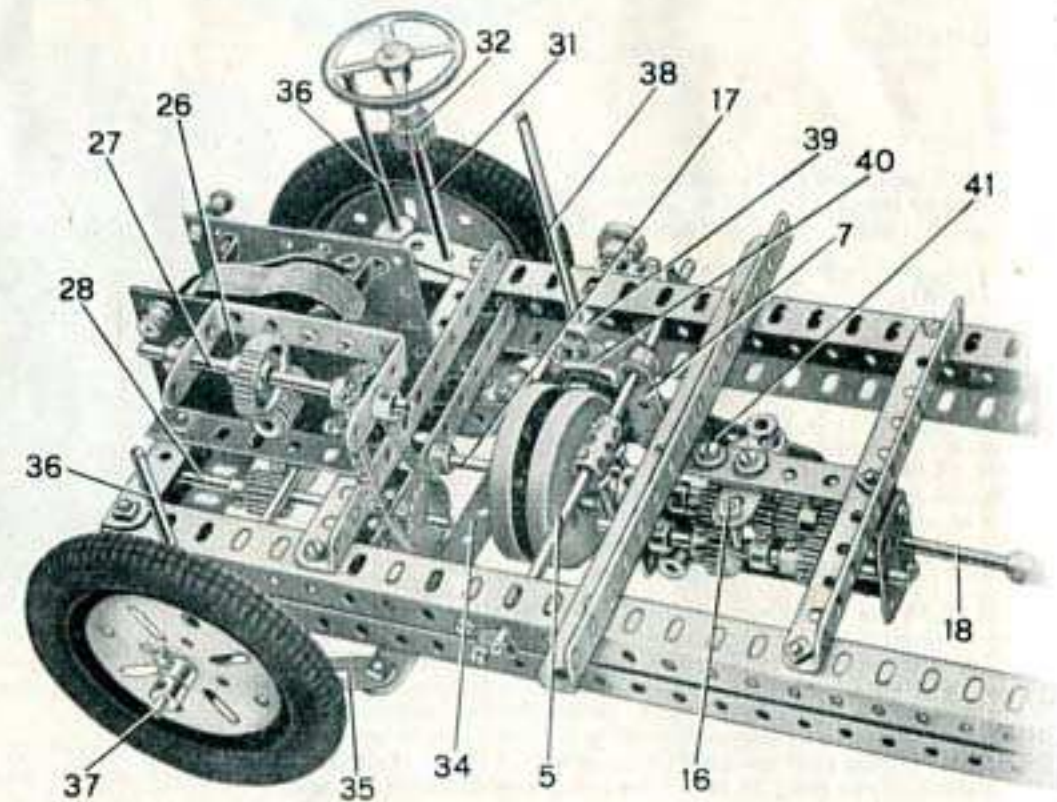
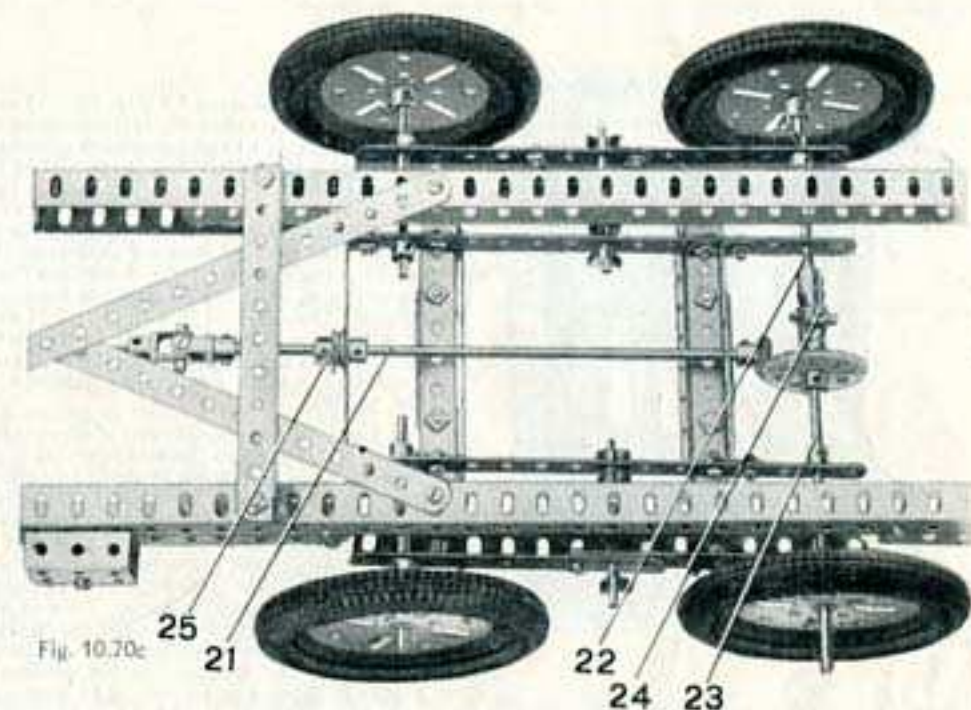
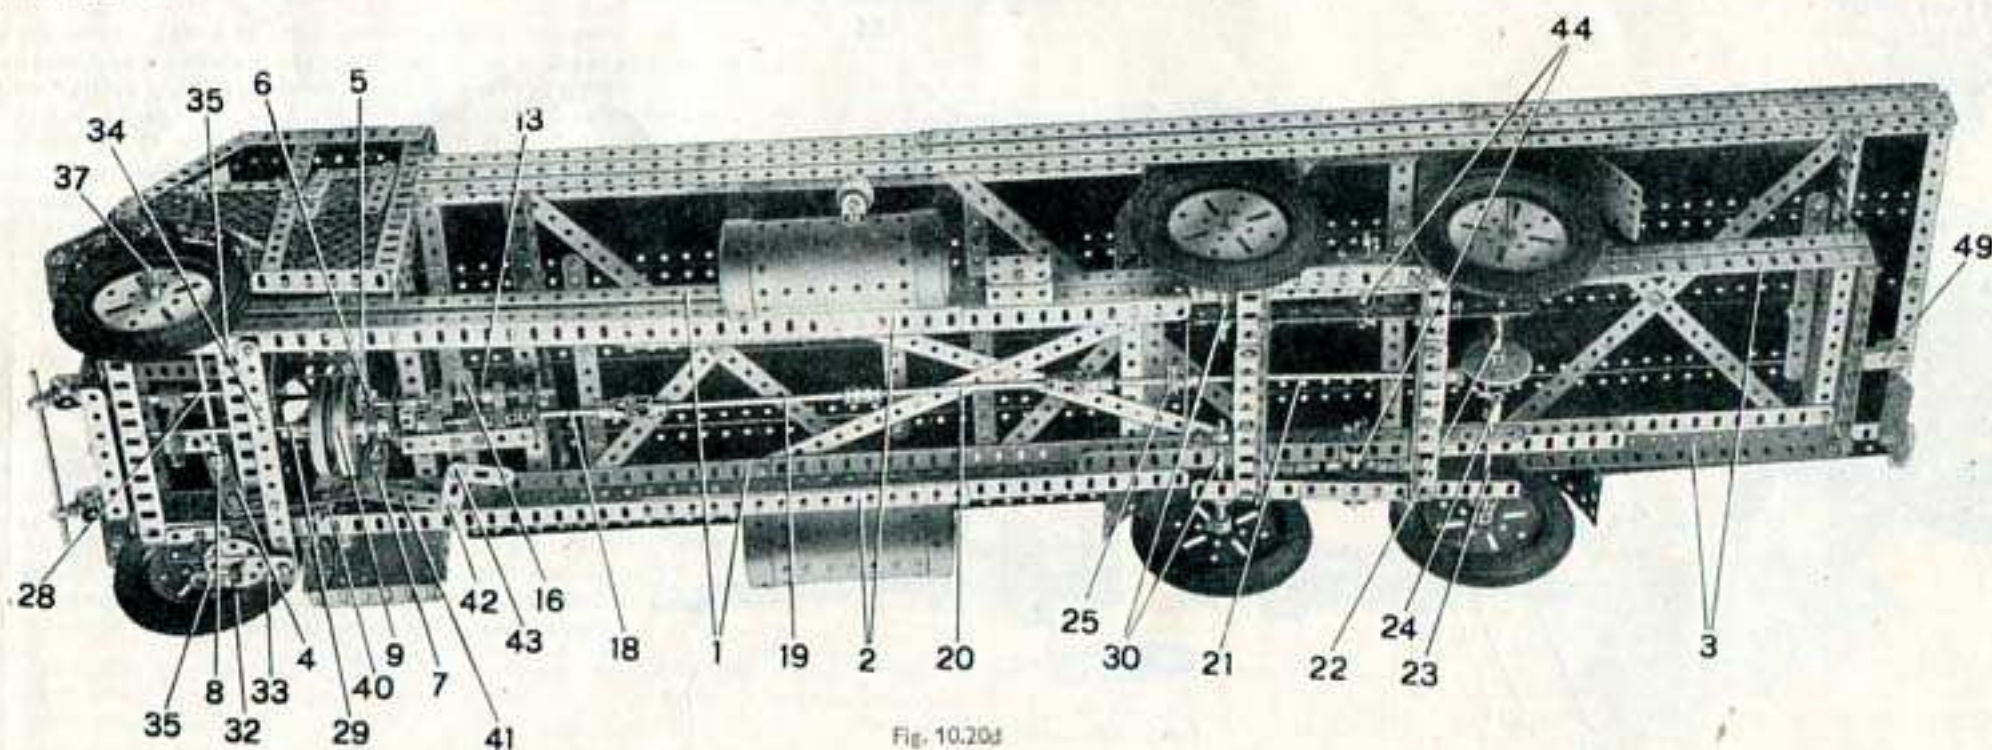
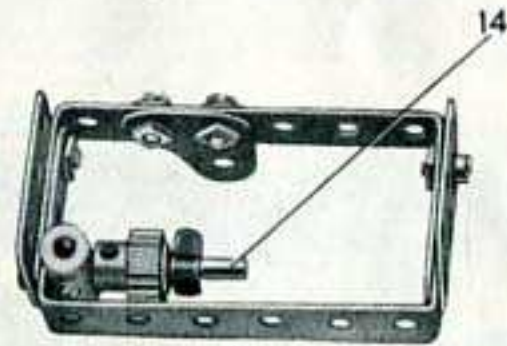

Fig. 10.20b
Fig. 10.20c
Fig. 10.20d
Fig. 10.20k
Le châssis est en outre renforcé à l'aide d'entretoises formées de deux Bandes de 32 cm. et de Cornières de 14 cm. auxquelles sont fixées les Poutrelles Plates 45. La Poutrelle Plate 46 est montée dans la position indiquée, et deux Cornières de 14 cm., que l'on voit sur la Fig. 10.20b, et dont l'une supporte l'extrémité du Moteur Electrique, sont également boulonnées au châssis.
Le mécanisme de direction est monté à l'avant du châssis (voir Fig. 10.20b et 10.20d). A chaque côté du châssis est boulonnée une Cornière de 38 mm., ainsi qu'une Bande Coudée de 38 x 12 mm. dans laquelle tourne la cheville 36. Celle-ci se compose de deux parties une Tringle de 25 mm. et une Tringle de 9 cm. tenue dans le trou longitudinal d'un Accouplement. Le trou transversal du milieu de celui-ci est traversé par une Tringle de 38 mm. 37 sur laquelle est montée une Poulie de 7 cm. 1/2 constituant une des roues avant. Les Bras de Manivelle 35, fixés sur les extrémités des Tringles de 25 mm. de ces chevilles, sont prolongés par des Bandes de 6 cm. qui sont articulées, à leurs extrémités opposées, par des boulons à contre-écrous à la bielle 34. Celle-ci est formée de deux Bandes, de 14 et 6 cm., se recouvrant sur trois trous et est articulée par un Boulon-Pivot à la Bande-Glissière de 5 cm. 33. L'arbre de direction est une Tringle de 16 cm. 1/2 31 qui porte, à son extrémité inférieure, une Roue Barillet 32 (Fig. 10.20s). La Roue Barillet est munie de deux boulons séparés par un trou, et la fente de la Bande-Glissière est passée sur la Tringle 31 de façon que l'extrémité de la Bande s'engage entre les deux boulons. La Bande-Glissière est tenue contre la surface de la Roue Barillet par une Clavette. L'arbre de direction est tenu en place par deux Pignons de 12 mm. et passé dans une Bande de 38 mm. boulonnée au châssis (Fig. 10.20b).
Les roues arrière sont montées sur le bogie représenté par la Fig. 10.20c. Les longerons sont formés, l'un de deux Cornières de 11 cm. 1/2, l'autre de deux Cornières, de 14 cm. et 11 cm. 1/2. Ces longerons sont réunis par des pièces transversales de 16 cm. 1/2 formées de Cornières de 6 cm. se recouvrant sur un trou; ces Cornières sont renforcées par des Bandes de 14 cm. Deux Bandes de 19 cm. réunies par quatre Bandes Coudées de 90 x 12 mm. sont fixés aux pièces de 16 cm. 1/2, deux de ces Bandes Coudées servant à supporter l'arbre à cardan 21. Les roues avant du bogie sont montées sur des Tringles de 9 cm. tenues dans leurs supports par des Bagues d'Arrêt. L'essieu arrière du bogie comprend une Tringle de 13 cm. 22 et une Tringle de 11 cm. 1/2 23 assemblées par un Accouplement Universel 24. La Tringle 23 porte un Pignon d'Angle de 38 mm. qui engrène avec un autre Pignon d'Angle de 12 mm. situé sur une Tringle de 20 cm. 21 tenue par une Bague d'Arrêt et une Poulie fixe de 12 mm. 25. Le bogie complet est monté sur deux Tringles de 6 cm. passées dans les Supports Doubles 44 (Fig. 10.20d), ainsi que dans les longerons du bogie et tenues par des Clavettes.
Le Moteur Electrique E120 (26) est boulonné au châssis, comme représenté sur la Fig. 10.20b, et une Bande Coudée de 60 x 38 mm. est boulonnée à une de ses flasques. Une Vis sans Fin fixée à l'arbre de l'induit du Moteur engrène avec une Roue d'Engrenage de 25 mm. sur la Tringle de 9 cm. 27 qui est passée dans la Bande Coudée. Une Roue de Chaîne de 19 mm. montée sur la Tringle 27 est reliée par une Chaîne à une autre Roue de Chaîne de 25 mm. située sur une Tringle de 11 cm. 1/2 28. La Tringle est passée à travers les Cornières de 14 cm. du châssis (Fig. 10.20b) et est munie d'un Pignon de 12 x 12 mm. Ce Pignon engrène avec une Roue de 57 dents fixée à une Tringle de 13 cm. 29 qui est passée également dans le châssis. Cette Tringle porte une partie du mécanisme d'embrayage (Fig. 10.20b). Un Boudin de Roue est boulonné à une Roue Barillet fixée à la Tringle 29, qui porte également une Roue à Boudin de 28 mm. 17 formant l'élément moteur de l'embrayage.
L'arbre couissant 13 (Fig. 10.20k) est une Tringle de 10 cm. sur laquelle sont fixées une Bague d'arrêt, un Pignon de 19 mm., une seconde Bague d'arrêt et un Pignon de 12 mm., disposées comme indiqué sur la Fig. 10.20k. La Tringle porte également trois Rondelles. Les Pignons doivent être fixés à l'aide des Vis sans Tête comprises dans la Boîte. La Cheville Filetée 16 fixée à un Bras de Manivelle 12 qui s'engage entre le Pignon de 19 mm. et une des Bagues d'arrêt (Fig. 10.20b). Le Bras de Manivelle est fixé à une Tringle de 5 cm. 43 (Fig. 10.20d) dont l'extrémité est munie d'un Bras de Manivelle Double. L'élément entraîné de l'embrayage est constitué par une Poulie de 25 mm. munie d'un Anneau en Caoutchouc, et le Boudin de Roue 9 est pris entre la Poulie et un Accouplement Jumelé à Douille 12a. La Poulie de 25 mm. est tenue normalement en contact avec la Roue à Boudin 17 par le Ressort de Compression 15 (Fig. 10.20k), le boulon de la Bague d'arrêt d'avion s'engageant dans la gorge de l'Accouplement Jumelé à Douille. La boîte de vitesses est fixée au châssis comme le montre la Fig. 10.20b.
Le levier de changement d'engrenages 38 (Fig. 10.20b) est une Tringle de 13 cm. tenue par des Clavettes dans un Support Double 40 bloqué sur une Bande de 9 cm. 41. La Tringle 38 est fixée dans un Accouplement 39 fixé à une Tringle de 38 mm. qui passe à travers le longeron du châssis à travers un trou transversal extrême d'un second Accouplement boulonné au châssis et est tenue par une Poulie fixe de 12 mm. La Bande de 9 cm. 41 est munie d'une Equerre à son extrémité opposée, l'Equerre étant bloquée en 42 (Fig. 10.20d) au Levier d'Angle à moyeu situé sur la Tringle 43. Les engrenages de la boîte de vitesses sont disposés de la façon suivante. Pour la marche arrière, la transmission se fait entre le Pignon de 19 mm. situé sur la Tringle 10 et un autre Pignon de 19 mm. monté sur l'arbre couissant, par l'intermédiaire du Pignon de 12 mm. de la Tringle 14. Le mouvement est ensuite transmis du Pignon de 12 mm. sur l'arbre couissant au Pignon de 19 mm. sur l'arbre entraîné. Pour la première vitesse, la transmission s'effectue à l'aide d'un engrenage démultiplicateur de 1.7:1 qui est réalisé par les Pignons de 19 et 12 mm. de l'arbre couissant engrenant avec les deux Pignons de mêmes dimensions situés sur les arbres moteur et entraîné. La deuxième vitesse s'obtient à l'aide du Pignon de 19 mm. sur l'arbre couissant et des Pignons de 12 mm. sur les arbres moteur et entraîné.
L'embrayage est commandé par une pédale formée d'une Bande de 9 cm. 4 fixée en travers d'un Bras de Manivelle Double 8 (Fig. 10.20d). Le Bras de Manivelle Double est fixé à une Tringle de 16 cm. 5 traversant les côtés du châssis, et à l'extrémité inférieure de la Bande 4 est articulée une Bande de 9 cm. L'autre extrémité de la Bande est articulée au Bras de Manivelle 7 qui est fixé à une Tringle 16 cm. 5 et est muni d'un Accouplement dans les trous taraudés extrêmes duquel sont bloquées deux Tiges Filetées de 25 mm. 6 qui s'engagent dans l'Accouplement Jumelé à Douille 12a.